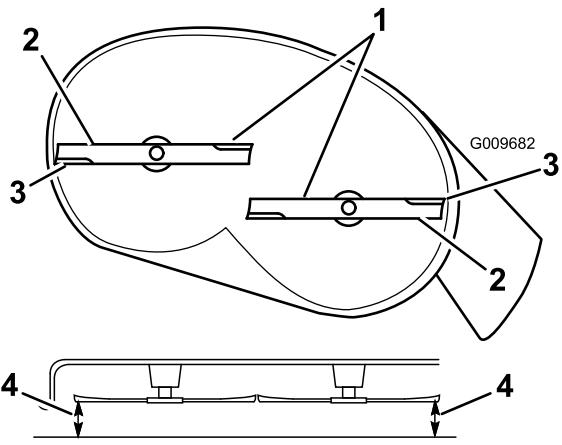

Figura 48
4. Girate con cautela le lame in modo che siano disposte tutte lateralmente (Figura 48).
5. Misurate la distanza tra i taglienti esterni e la superficie piatta (Figura 48). Se entrambe le misure non rientrano nella tolleranza di 5 mm è necessario regolare; proseguite l'operazione.